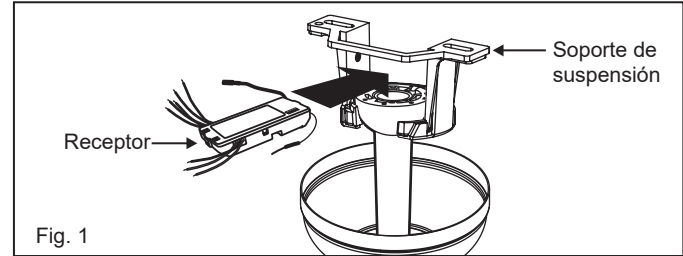

Fig. 1
1. Inserte el controlador en el soporte de montaje en techo con el lado plano del controlador mirando hacia el techo. (Fig. 1) Para un mejor rendimiento, asegúrese de que la antena negra y la antena WIFI, en el extremo del controlador, permanezcan extendidas y no enredadas con ninguno de los cables eléctricos.
- 1 Retire uno de los tres tornillos en el centro de montaje ubicado en el motor del ventilador. Afloje los otros 2 tornillos. (No quitar) (Fig. 1)
Retire el panel del transmisor y luego instale una batería 2032 (incluida). Necesita utilizar un destornillador para abrir o cerrar la tapa de la batería. Para evitar daños al transmisor, retire la batería si no la usa durante períodos prolongados (Fig. 1)